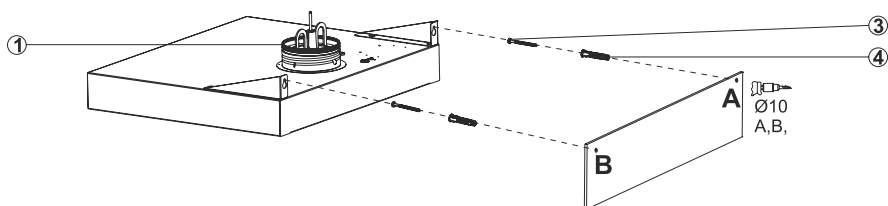

Fig. 7
Rawplugs skal (4) til hullerne i punkt A og B og sæt skruerne i. (3). Afstanden mellem skruenhovedet og væggen skal være 5mm (Fig. 7).